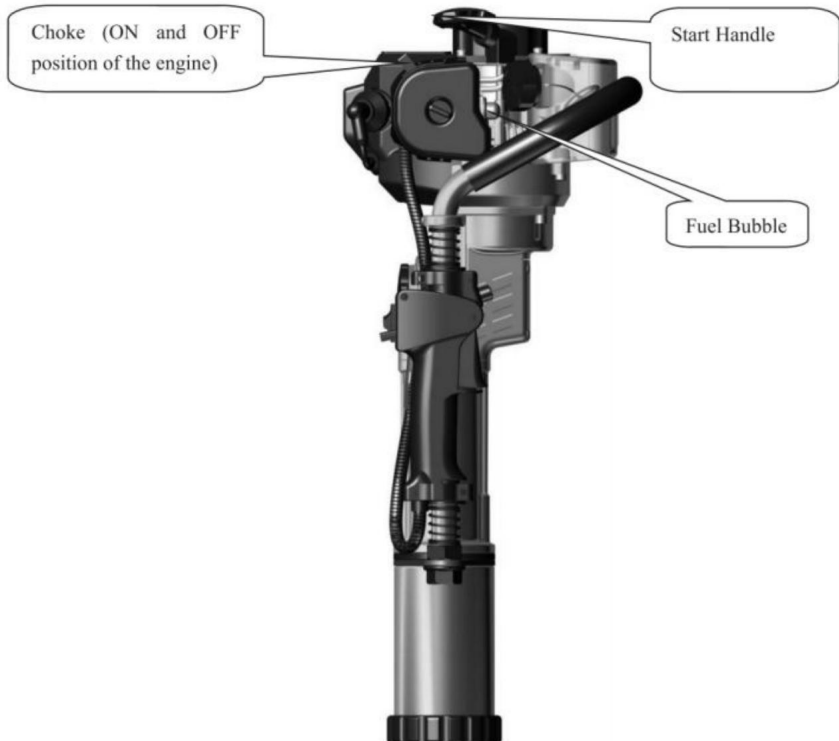

Fig 4
Innan du startar den nya maskinen, tryck på den genomskinliga och halvcirkelformade bränslebubblan upprepade gånger(Fig.4) tills förgasaren är fylld med bränsle.(Om motorn är kall, stäng luftluckan. Öppna luftluckan efter start.)
5.2 Ställ maskinen upprikt enligt Fig.4. Håll den övre delen av maskinen handtag hårt med ena handen medan den andra drar i draghandtaget startmotor i över 50 cm snabbt. Låt inte draghandtaget gå tillbaka fritt in upprepade dragningar men håll den hårt för att undvika skador till följd av snabba elasticitet.